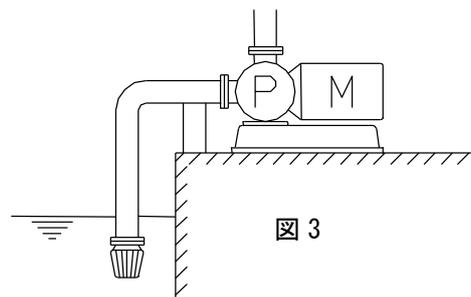

図3
- (c) 吸込配管は、図3のようになるべく短く、かつ曲りを少なくし、ポンプに向かって上がり勾配とし、仕切弁は設けないようにしてください。このとき、吸込配管の接続部から空気を吸いこまないように、シールは十分に行ってください。